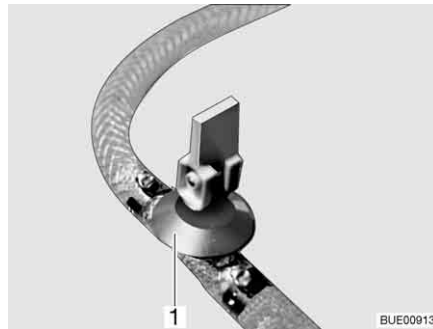
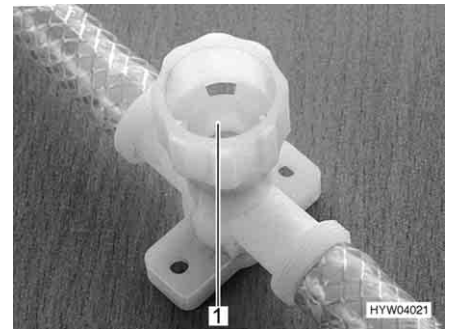

Bild 211 Avtappningskran (med vipparm)
Bild 212 Avtappningskran (med vred)
- Öppna alla avtappningskranar. Ställ för detta avtappningskranens vipparm (Bild 211,1) lodrätt eller vrid avtappningskranens kran (Bild 212,1) moturs.